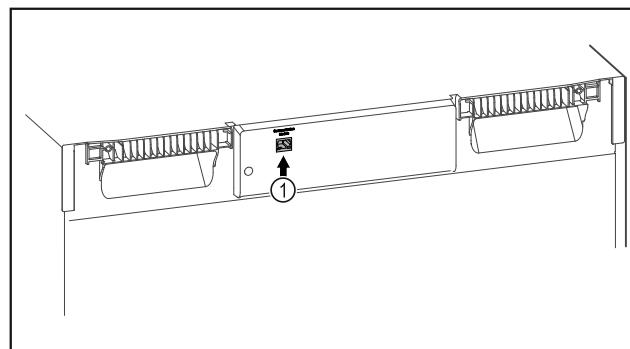

Fig. 102
- SmartModule Fig. 102 (1) on sisse pandud.